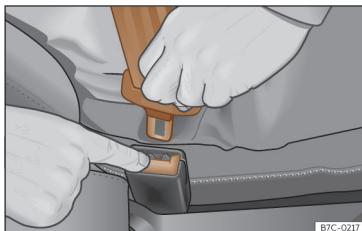

Abb. 21 Schlosszunge vom Gurtschloss lösen.
- Rote Taste im Gurtschloss drücken >>> (Abb. 21). Die Schlosszunge springt heraus.